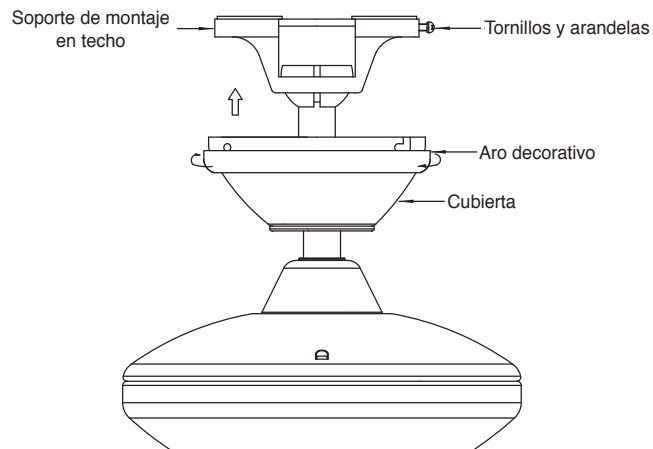

Fig.12
**Paso 2.** Desliza la cubierta hasta el techo y asegúrala al soporte de montaje de techo usando 4 tornillos en el borde superior del soporte de montaje. Inserta cada tornillo en el orificio de montaje de la cubierta y dentro del soporte de montaje. Aprieta firmemente todos los tornillos. (Fig. 12).